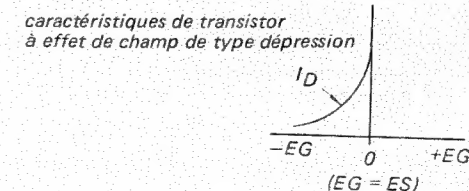

Fig. 13
- Q403, 2SK42 est un transistor à effet de champ, de canal N, de type dépression. Comme l'indique la Fig. 13, EG = ES lorsque la grille et la source sont reliées, ce qui entraîne le passage d'un courant constant inférieur à 5 mA. En d'autres termes, Q403 sert de résistance de charge pour Q402.